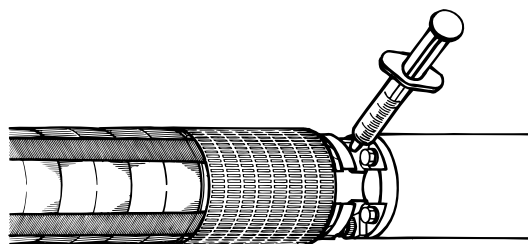

图7 加注阀的位置
1. 用一把螺丝刀，将电机顶部阀门前面的过滤器顶出。如果过滤器带槽，将其拧下。图7显示了加注阀的位置。
2. 将注射器顶着阀门压下，注入液体。见图7。如果阀门压下过多，可能会被损坏，引起阀门泄漏。